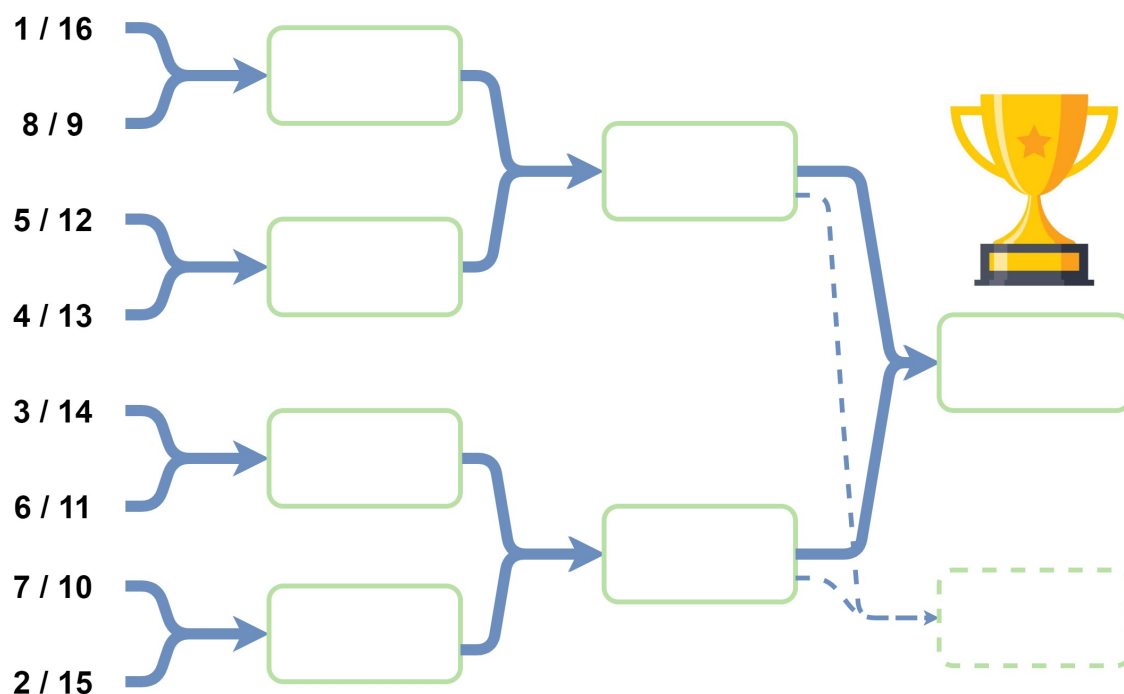

FIGURE 10 : Tableau des phases finales
Chaque équipe vainqueur de son match de barrage sera intégrée au tableau principal de la phase finale de la rencontre (B). À l'issue de la phase de barrage, l'arbre de la phase finale de la rencontre (B) présenté Figure 10 pourra être revu afin de représenter plus fidèlement le niveau de chaque équipe.